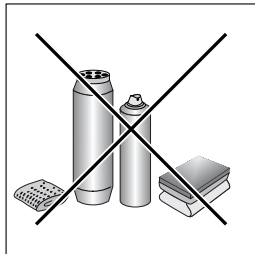

fig.6
- Abra completamente la puerta y levante las 2 palancas "B" (fig.6);